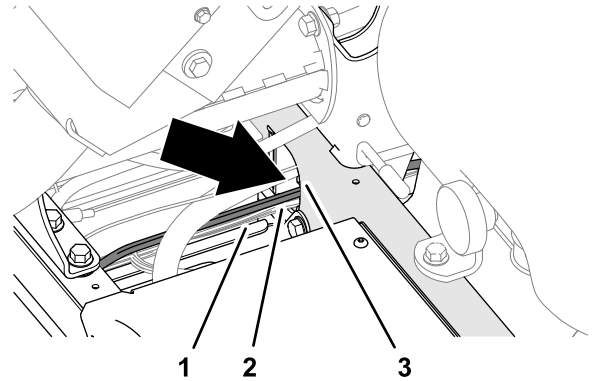

图 10
2. 将电源线束的剩余部分沿着机器线束布置并穿过支撑槽图 10。